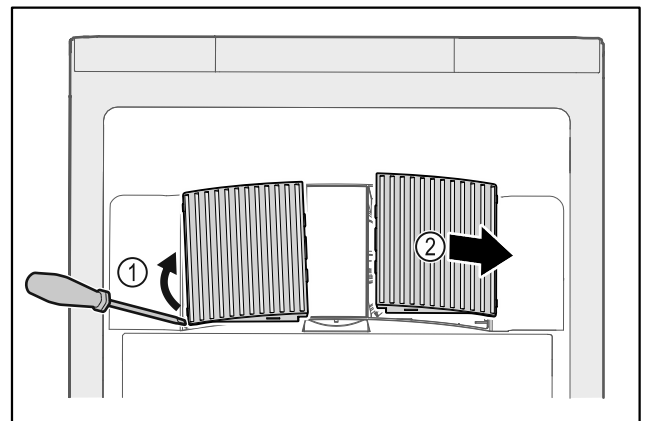

Fig. 172
- ▶ Ventilatorabdeckungen vorsichtig von der Seite heraushebeln Fig. 172 (1) und nach vorne abnehmen Fig. 172 (2).